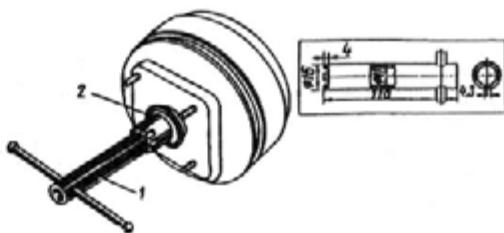

Рис. 238. Отворачивание прижимной втулки опоры толкателя:
11. Специальным ключом 9487-1722 (рис. 238) выверните прижимную втулку 14 (см. рис. 231) опоры толкателя.